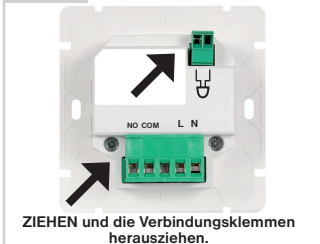

Abb.3
- 5) Die Leiter nach dem Anschlussplan mit den Verbindungsklemmen verbinden, siehe Abb. 3.